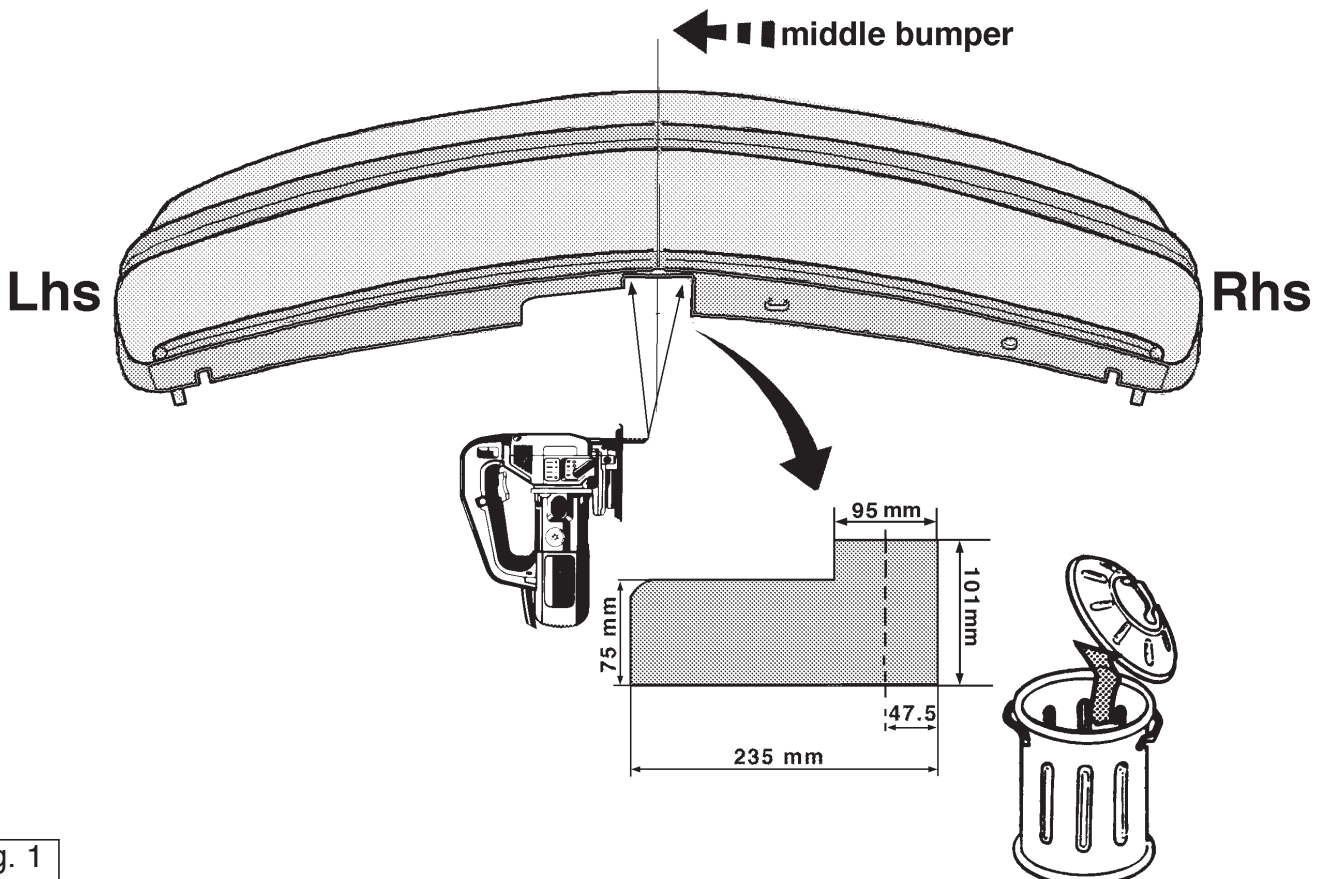

Fig. 1
1. Demonteer de achterlichtunits. Demonteer de bumper. Verwijder de plakkers t.p.v. de punten A van het chassis. Verwijder de dwarsbalk van het voertuig. Deze wordt niet herplaatst. Zaag een deel overeenkomstig fig. 1 in het midden aan de onderzijde uit de bumper. Zaag overeenkomstig figuur 2 de aangegeven deel af.
1. Detach the taillights. Detach the bumper. Remove the stickers at the points A of the chassis. Remove the cross member from the vehicle. It will no longer be needed. Saw a portion out of the centre underside of the bumper, in accordance with fig. 1. Saw out the indicated section in accordance with figure 2.
1. Die Rücklichteinheiten abmontieren. Die Stoßstange abmontieren. Die Quertträger vom Fahrzeug entfernen. Dieser wird nicht mehr benötigt. Einen Teil gemäß Abb. 1, in der Mitte der Unterseite aus der Stoßstange sägen. Gemäß Abb. 2 das angegebene Teil abschneiden.
1. Demontera bakljusmodulerna. Demontera kofångaren. Avlägsna klisterlapparna vid punkterna A från chassit. Avlägsna tvärbalken från fordonet, denna förfaller. Såga ut en del enligt fig. 1 ur mitten av kofångarens undersida. Såga ut de angivna delarna enligt figur 2.
1. Desmontar las unidades de las luces traseras. Desmontar el parachoques. Retirar del chasis los adhesivos a la altura de los puntos A. Retirar el travesaño del vehículo, el que no se volverá a poner. Serrar una parte del parachoques de acuerdo con la fig. 1 en el centro de su parte inferior. Corte la sección indicada según se muestra en la figura 2.
1. Afmonter baglygtepanelet. Afmonter kofangeren. Fjern etiketterne på punkterne A fra chassiset. Fjern tværstangen fra køretøjet. Denne vil ikke blive sat tilbage. Sav en del i midten på undersiden ud af kofangeren, jævnfør fig. 1. Sav den markerede del ud ifølge figur 2.